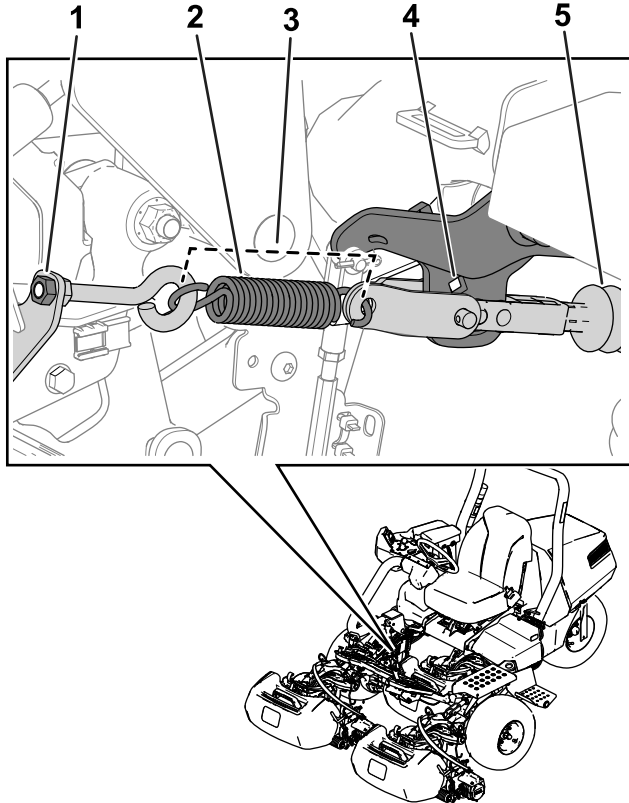

Figura 33
Nota: Consulte la Figura 33 para conocer el procedimiento.
5. Alivie la tensión del muelle aflojando la tuerca que sujeta el cáncamo al soporte del muelle (Figura 33).
3. Instale el muelle según se muestra en Figura 33.
4. Apriete la tuerca del cáncamo, de modo que la longitud del muelle sea de 11,4 cm cuando se instale (Figura 33).